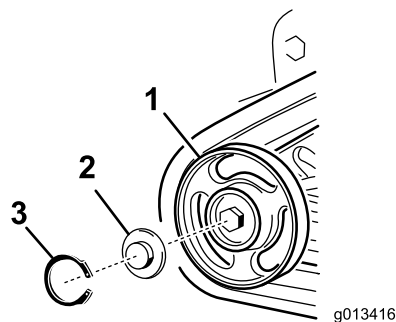

Bild 46
4. Nehmen Sie den Sprengring und die Kappe vom Straßenrad ab (Bild 46).
5. Prüfen Sie das Schmiermittel unter der Kappe und um die Dichtung (Bild 46). Wenn es schmutzig, körnig oder verbraucht ist, entfernen Sie das gesamte Schmiermittel, wechseln Sie die Dichtung aus und fügen Sie neues Schmiermittel hinzu.
7. Setzen Sie die eingefettete Straßenradkappe auf den Schraubenkopf (Bild 46).
8. Befestigen Sie die Straßenradkappe mit dem Sprengring (Bild 46).